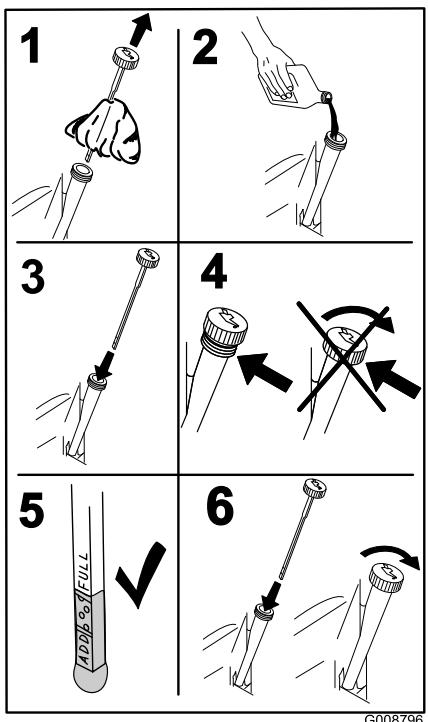

Figura 46
- Versate lentamente circa l'80% dell'olio indicato nel tubo di rifornimento e sempre con cautela rabboccate l'olio necessario per portarlo alla tacca di **Pieno** (Figura 46).